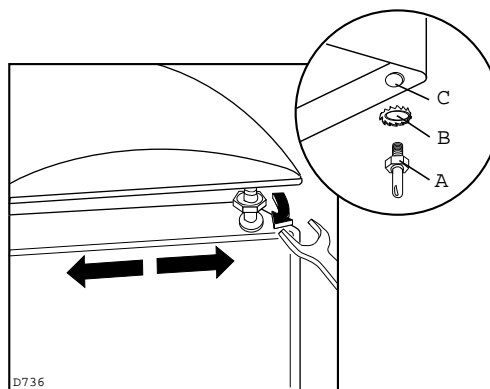

Fig. 8
- 4) Otez la porte en la dégageant du pivot supérieur (A- Fig. 8). Enlevez le pivot et la rondelle (A+B) della charnière (C) et montez-les sur l'autre côté de l'appareil.